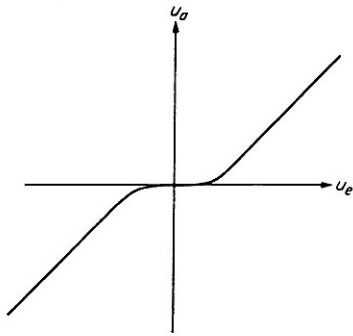

Fig. 4a Übernahmeverzerrung bei Gegentakt B-Betrieb
3. Unsymmetrisch arbeitende Verstärkerstufen, d.h. konsequenter Eintaktbetrieb. Daraus resultiert zwangsläufig auch reiner Klasse A-Betrieb. Gegentaktverstärker produzieren um den Nullpunkt herum sogenannte Übernahmeverzerrungen (siehe Fig. 4a und 4b). Diese Art von Verzerrungen können bei Eintaktverstärkern erst gar nicht entstehen. Ein weiterer Vorteil: sowohl positive als auch negative Halbwellen durchlaufen ein und dasselbe verstärkende Bauteil und werden nicht erst auf zwei Wege aufgesplittet, um dann später wieder zusammengefügt zu werden. Der einzige Nachteil der dem Eintaktverstärker anhaftet, ist sein geringer Wirkungsgrad. Große Kühlkörper und Netzteile sind also erforderlich.